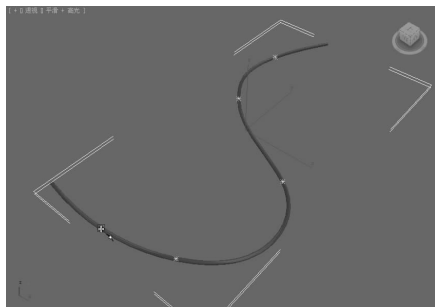

图 5-60 创建曲线点 ▲
- (创建曲线点): 创建从属的曲线点,如图 5-60 所示。